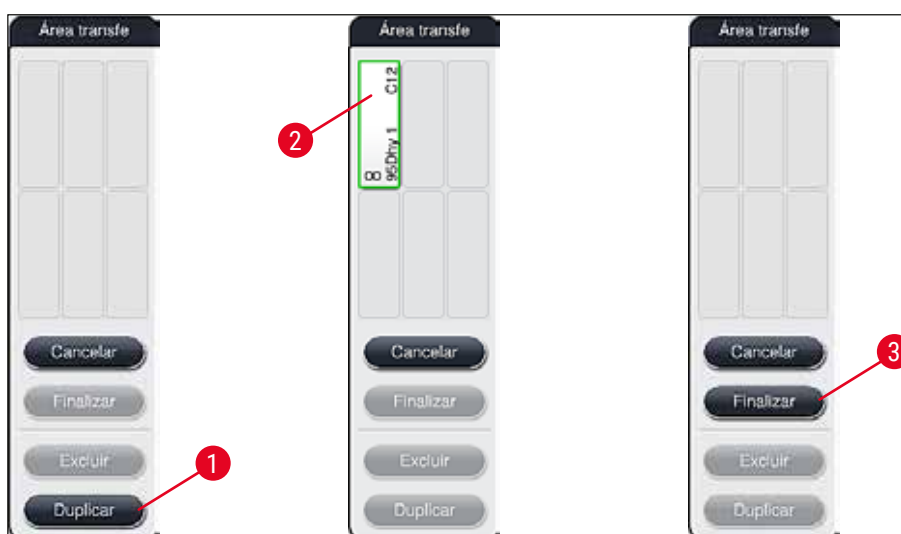

Fig. 54
2. Observe a mensagem de informações subsequente e confirme-a com **OK**. Uma nova janela **Área transferência** (→ "Fig. 54") é aberta.